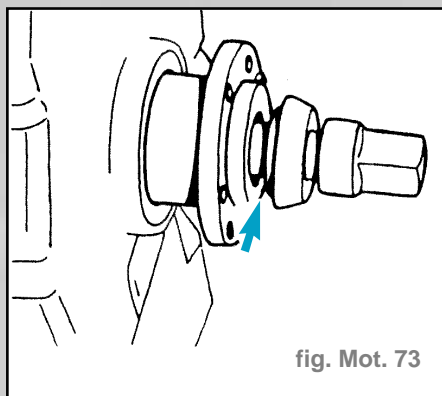

fig. Mot. 73
- Le talon de la rondelle est tourné vers le moyeu (fig. Mot. 73).